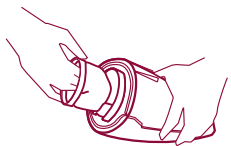

Fig. 11
- Retirez le filtre. (fig. 11)